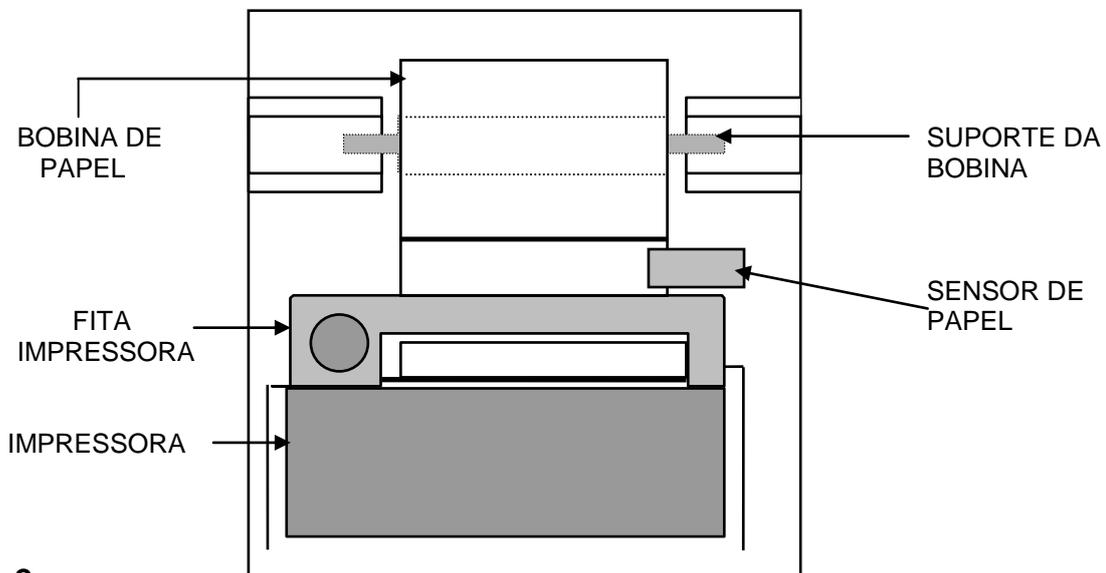

FIGURA 2
- 3- Instale a bobina de papel com o suporte no compartimento, conforme figura 2.